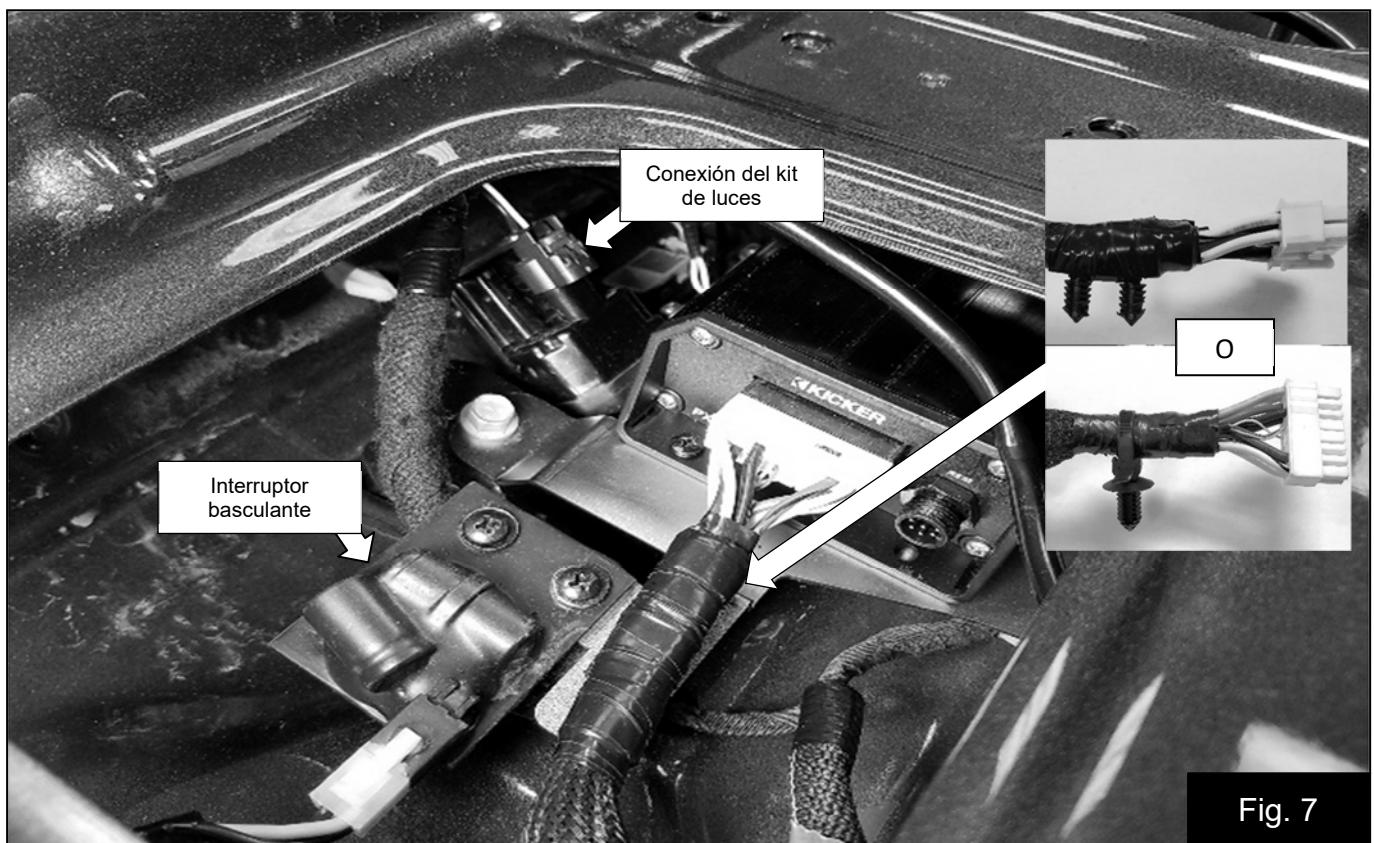

Fig. 7
- Conecte el arnés al amplificador y el conector de cuatro pines al interruptor basculante adherido al soporte del amplificador. Fig. 7 Enrute el arnés a lo largo del arnés de fábrica orientado hacia el lado del pasajero.
- Asegure el arnés del amplificador al soporte con uno de los dos retenedores suministrados. Fig. 7
- Desconecte el conector ilustrado e instale el arnés de cables en T del kit de luces (si está equipado). Fig. 7